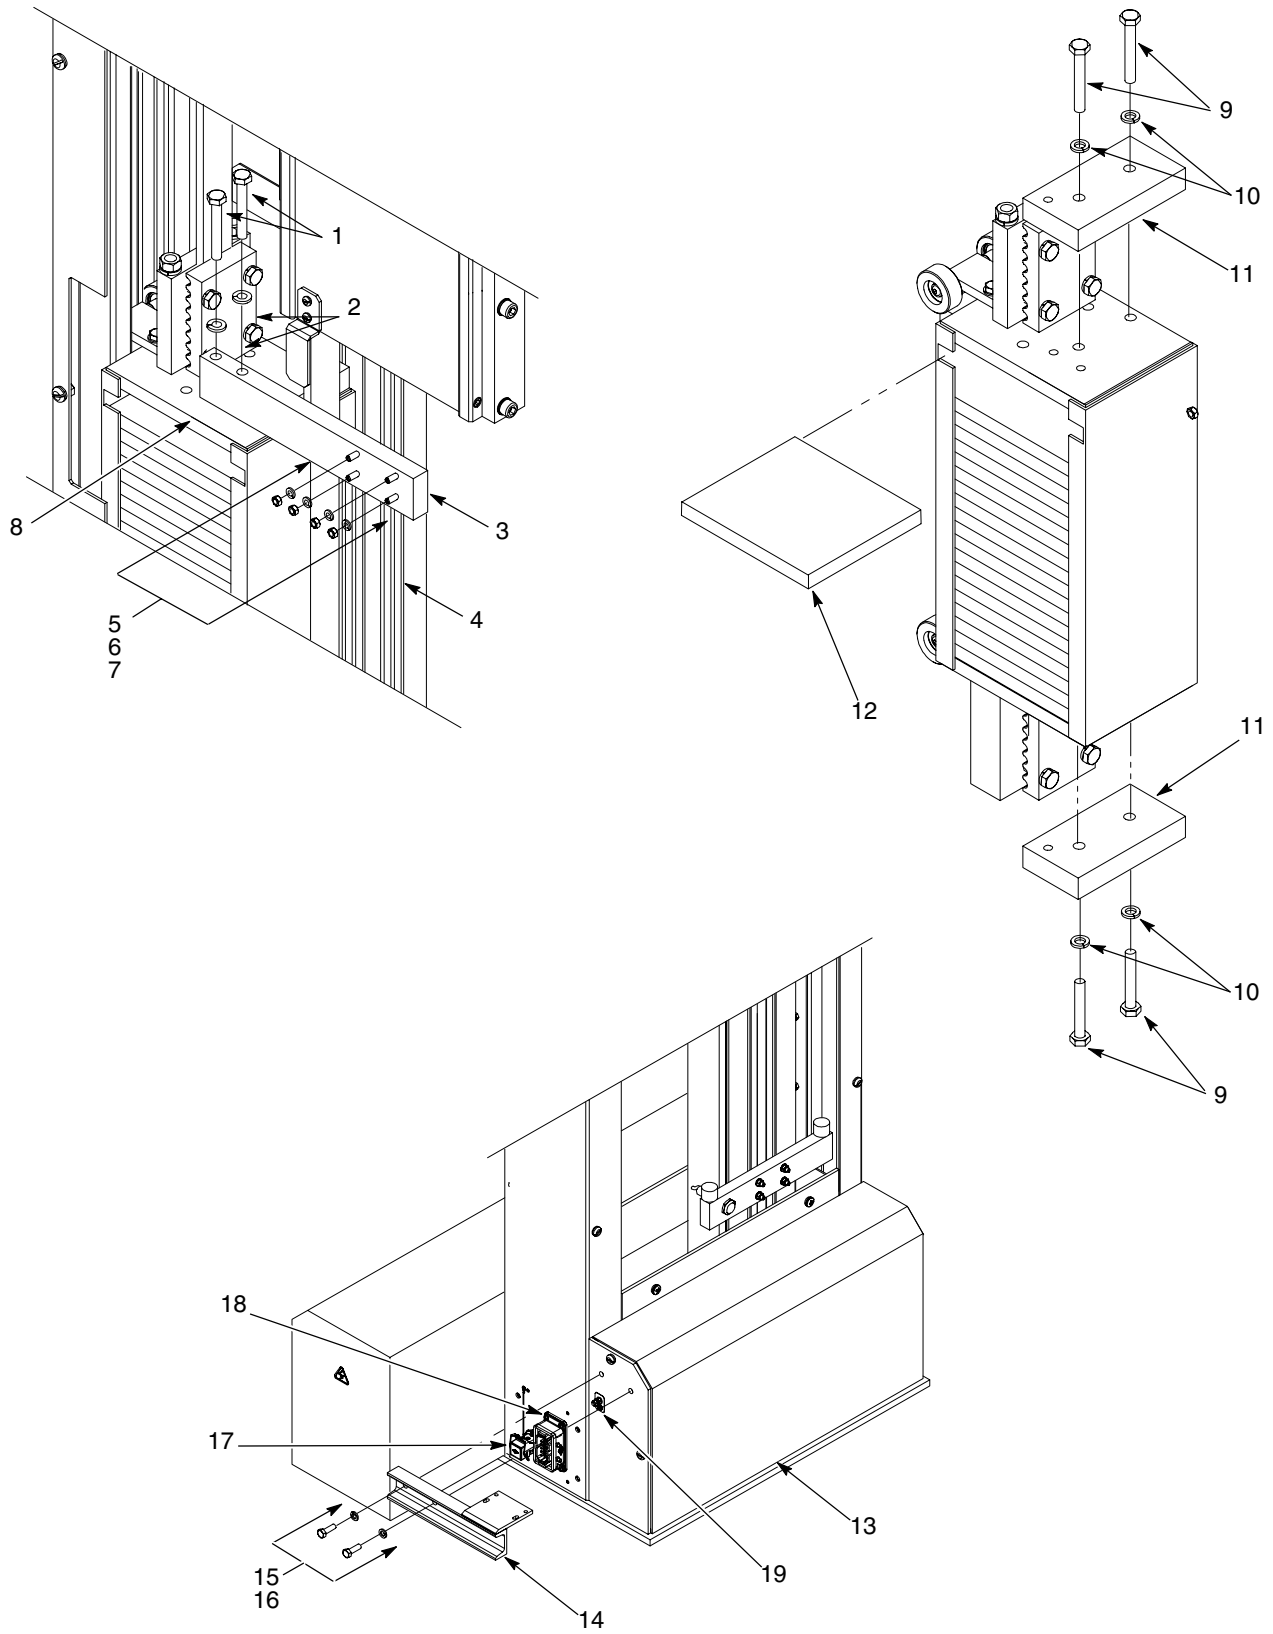

Figura 5 Montagem dos componentes fornecidos com o reciprocador
1. Consulte a figura 5. Retire os parafusos (1) e as anilhas de segurança (2) que fixam o braço de bloqueio do peso do carro (5) ao cesto dos contrapesos (8).
4. Consulte a figura 5. Ligue o cabo do controlador para o motor à ficha do motor (17) situada na parte traseira do reciprocador.
5. Ligue o cabo do sensor/encoder para a interface do controlador à ficha do sensor (18) situada na parte traseira do reciprocador.
6. Ligue um fio de ligação à terra do chassis da cabina de pintura ao terminal de terra (19). O fio de ligação à terra também pode ser ligado ao terminal de terra da base do posicionador de entrada/saída.